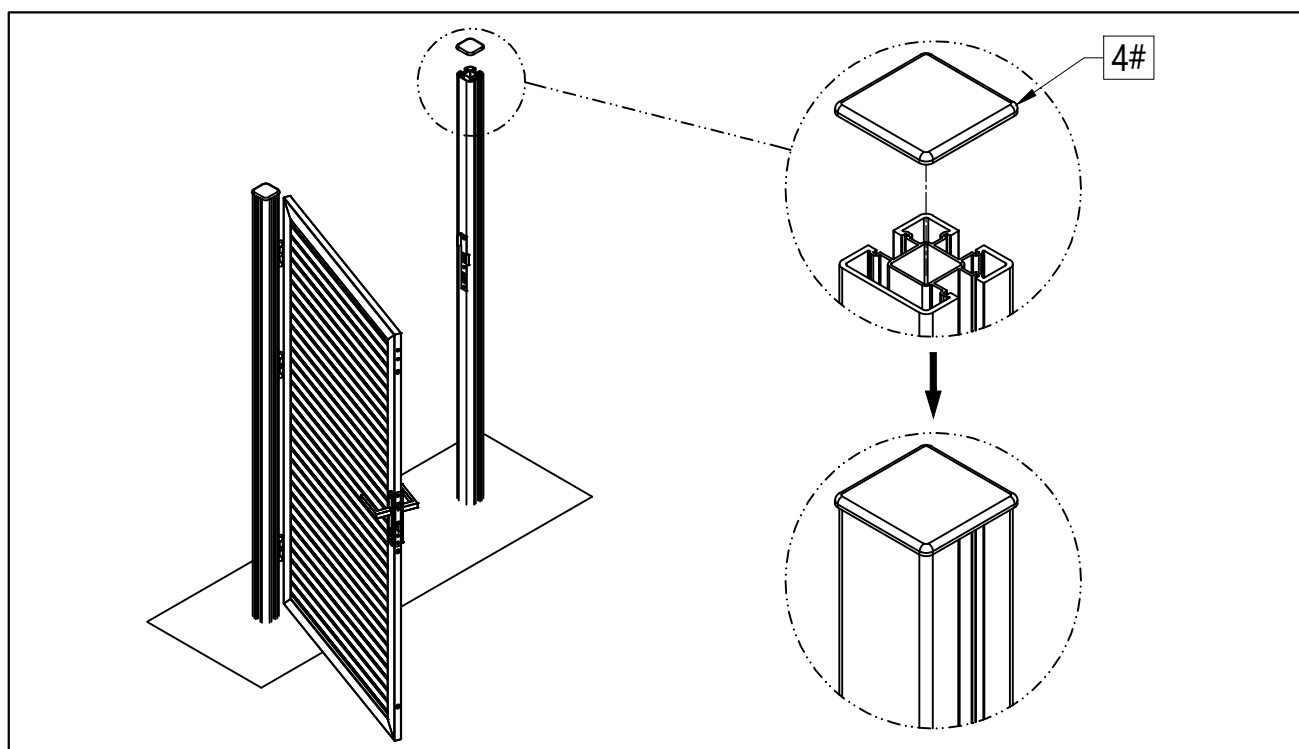

Abbildung 14
- 14 Bringen Sie die Pfostenkappe (4#) an der Oberseite jedes Torpfostens an, um die Installation abzuschließen, wie in Abbildung 14 dargestellt.